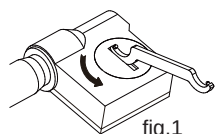

fig.1
- Tournez le couvercle de la batterie dans le sens inverse des aiguilles d'une montre à l'aide de la clé (fig.1), puis retirez-le.